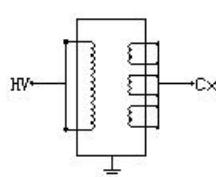

图 6-1 PT 接法
(1) : 正接法、电压为 2KV、一次侧对二次侧、接线见图 6-1